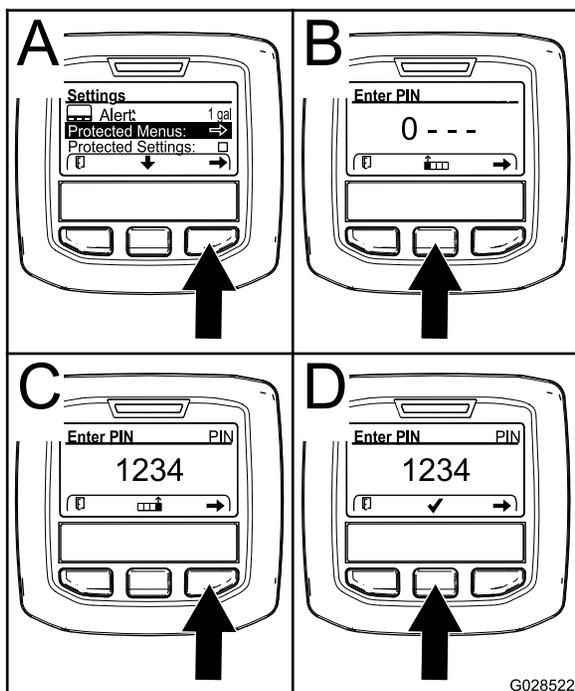

Рисунок 71
3. Нажмите правую кнопку выбора, чтобы выбрать Protected Menus (Защищенные меню) (A на Рисунок 71).
- Нажмите среднюю кнопку выбора (B на Рисунок 71), чтобы увеличить цифровое значение (от 0 до 9).
- Нажмите правую кнопку выбора (C на Рисунок 71), чтобы переместить курсор на позицию следующей цифры вправо.
Примечание: Над средней кнопкой выбора (D на Рисунок 71) появится значок с галочкой.
6. Нажмите среднюю кнопку выбора (D на Рисунок 71), чтобы ввести пароль.